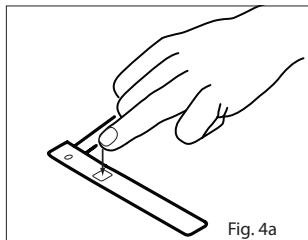

Fig. 4a
- Se reporter à la Fig. 4a. Diriger le câble du capteur de façon à ce qu'il repose sur le dos de la main. Placer le détecteur sur la partie charnue du doigt. Il est également possible d'appliquer le capteur sur l'orteil du patient (non illustré).